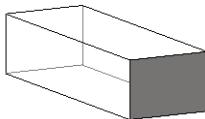

图 5.2.10 “实体”特征
- **实体类型：**按下操控板中的“实体特征类型”按钮 ，可以创建实体类型的特征。在由截面草图生成实体时，实体特征的截面草图完全由材料填充，如图 5.2.10 所示。